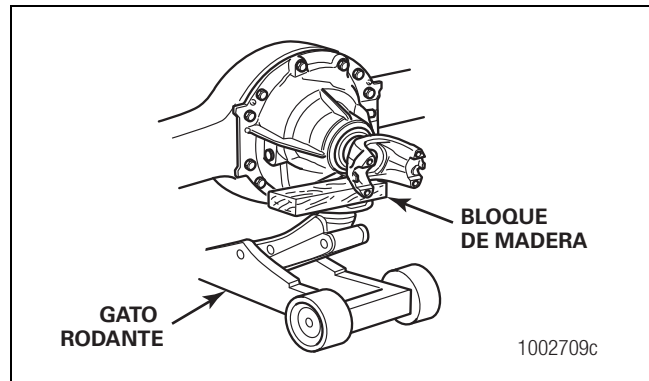

Figura 3.6
- Coloque un gato hidráulico rodante debajo del portadiferencial para sostener el conjunto. Figura 3.6.